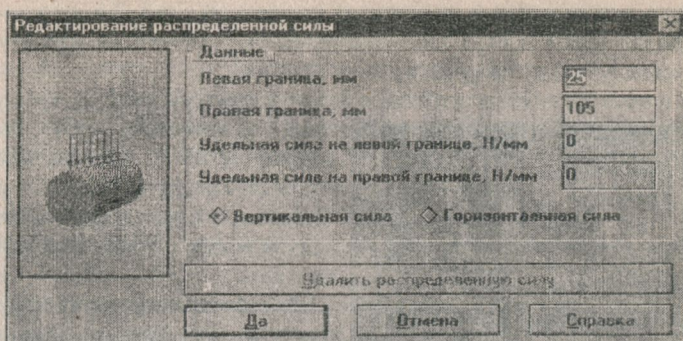

Рис. 1.5 Диалогове вікно для введення і редагування розподілених сил
*Розподілена сила* характеризується ділянкою, на якому вона діє, а також значеннями питомої сили на лівій і правій межах (проміжні значення утворюються лінійною інтерполяцією). Для завдання розподіленої сили потрібно помістити курсор на одну з меж зони дії сили (байдуже, ліву або праву), клацнути лівою кнопкою миші і потім перемістити курсор у точку, що відповідає іншій межі зони, де знову клацнути лівою кнопкою. Після другого натискання на екрані з'явиться діалогове вікно (рис. 1.5), у якому Ви можете уточнити межі зони дії розподіленої сили і ввести значення питомих сил, що діють на лівій і правій межах. Тут же Ви можете зазначити, у якій площині діє дана сила.